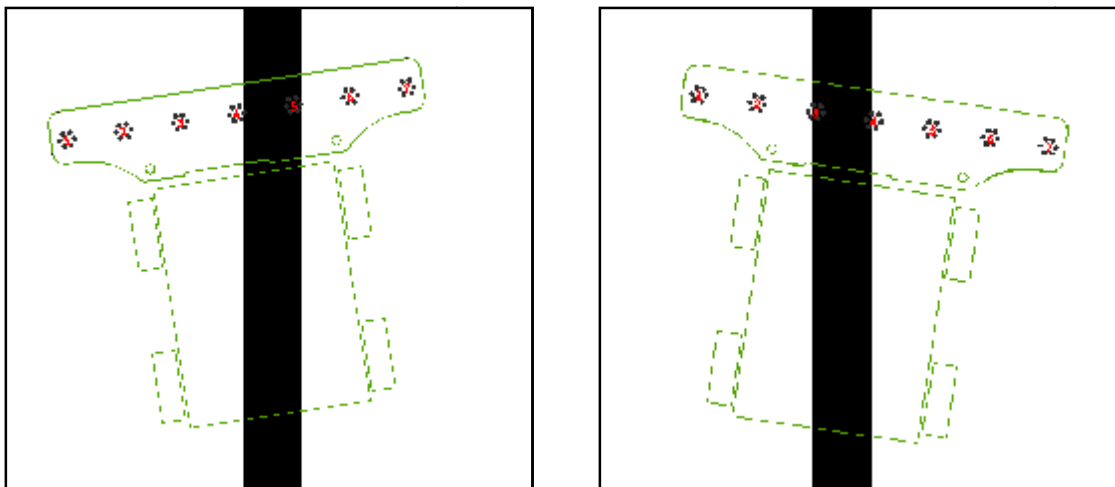

图 1
3. 巡线过程中，小车偏离线，如图 1 左，小车向左偏，应该增加左侧电机的速度，减小右侧的速度，减小或增加的量，根据小车实际情况修改测试。如图 1 右，小车向右偏，则相反。